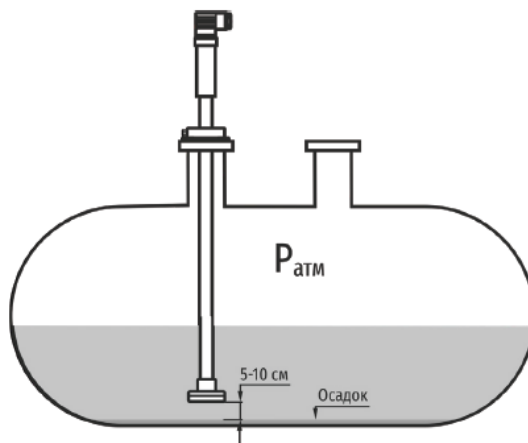

Рисунок 9 – Схема установки преобразователя РС-28Р
2.2.16 Гидростатический уровнемер РС-28Р устанавливается строго вертикально: либо на ответный фланец, закрепленный на емкости (при наличии монтажного фланца на самом преобразователе) либо опускается в резервуар и крепится к вспомогательной конструкции таким образом, чтобы нижняя измерительная часть была выше уровня возможного осадка в емкости на от 5 до 10 см (рисунок 9).